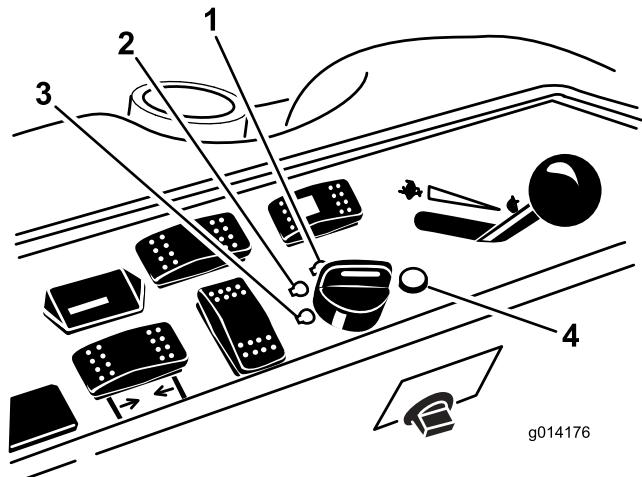

図 12
6. キーを RUN 位置に回す図 12。
- キーを OFF 位置に回す図 12。すべての部分が完全に停止してから運転席を立つ。